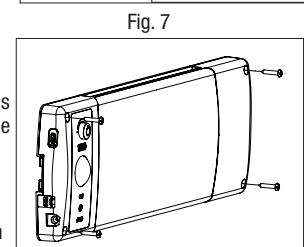

Fig. 7
Avec les quatre vis de montage fournies (J), fixez le système d'éclairage directement au mur ou au plafond en utilisant les points de fixation situés dans les coins. S'il faut des dispositifs d'ancrage (K) (Fig. 7), c'est-à-dire pour une installation sur plaque cloison sèche, utilisez le foret de 4,76 mm (3/16 po) pour percer des trous de guidage et positionnez les dispositifs d'ancrage en place avec un marteau.